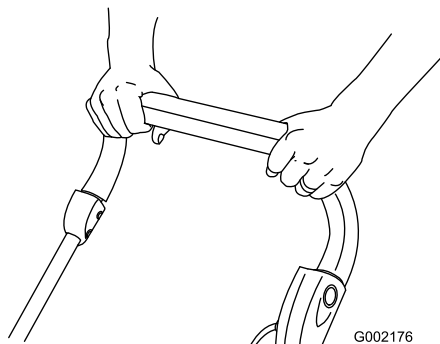

Figure 17
5. Serrez la barre de commande contre le guidon et relâchez le bouton (Figure 17).